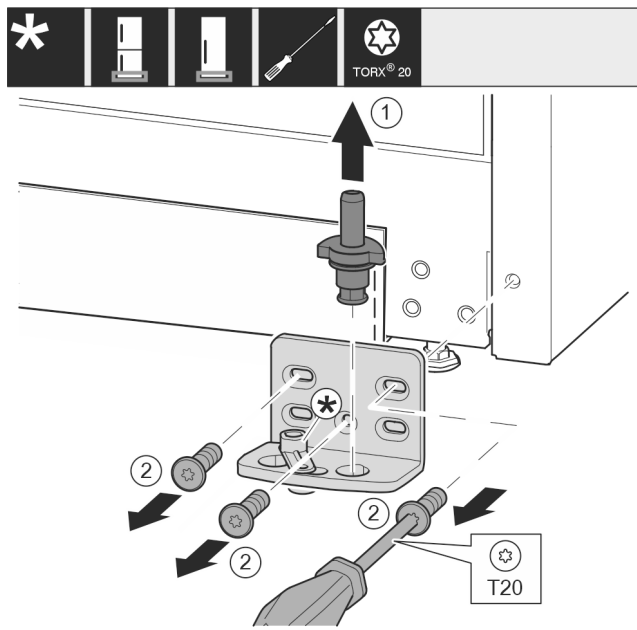

Fig. 12
- ▶ Tõmmake laagripolt Fig. 12 (1) tervikuna ülespoole välja.
- ▶ Keerake kruvid Fig. 12 (2) kruvikeerajaga välja ja võtke laagripukk maha.